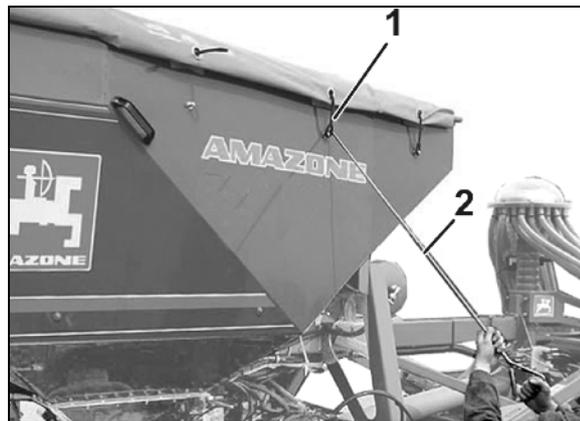

Fig. 113
3. Desserrez les boucles en caoutchouc (Fig. 113 / 1) avec le crochet de la bâche (Fig. 113 / 1).